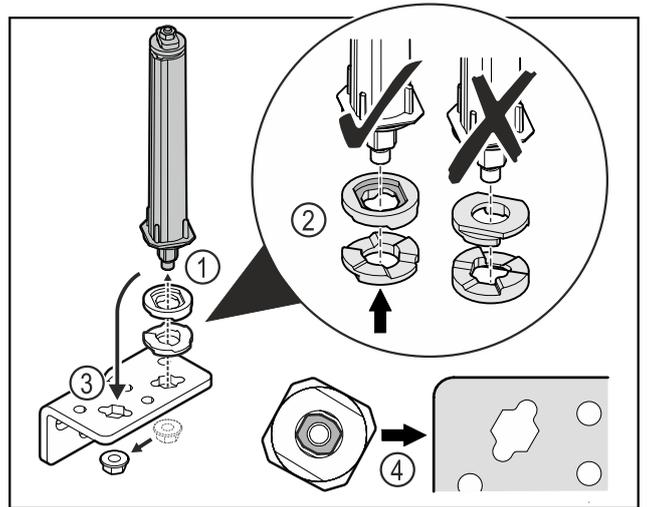

Fig. 51
- ▶ 松开螺母，并移除关门系统 Fig. 51 (1)。
- ▶ 确保高度调整垫片正确对齐 Fig. 51 (2)。
- ▶ 调换合页角铁中的关门系统并用螺母固定 Fig. 51 (3)。
- ▶ 装入时，确保关门系统正确对齐 Fig. 51 (4)。